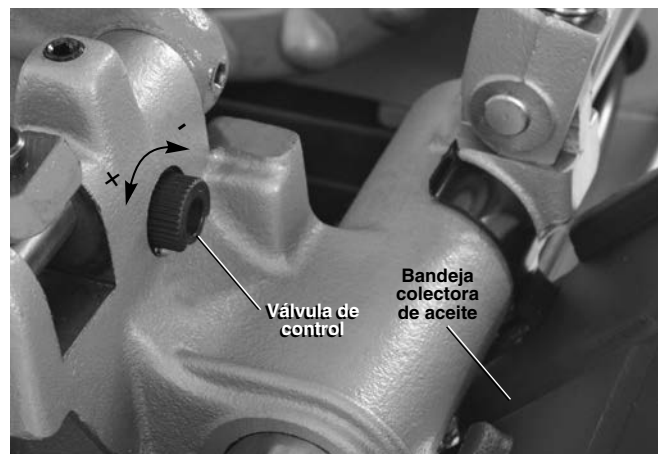

Figura 5 – Ajuste del flujo de aceite
11. Revise el nivel de aceite de corte RIDGID. Extraiga la bandeja de virutas y el revestimiento de la bandeja colectora de aceite. Verifique que el conjunto de filtro de malla esté completamente sumergido en aceite. *Vea Mantenimiento del sistema de aceite*. Si la máquina tiene una bandeja colectora de aceite, verifique que esté bien colocada para que el aceite que gotea del cabezal de terrajas caiga en la bandeja colectora de aceite (*vea la Figura 5*).
- Coloque el cabezal de terrajas en la posición de uso. Pise el interruptor de pie y manténgalo oprimido. Verifique que fluya aceite por el cabezal de terrajas. Quite el pie del interruptor. Puede ajustar el flujo de aceite con la válvula de control en el carro (*Figura 5*). Si gira la válvula a la derecha disminuye el flujo y si la gira a la izquierda aumenta el flujo. No ajuste la válvula si la máquina está andando.